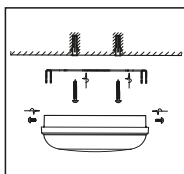

Рисунок 5.2
5.4.3. За допомогою кріпильних дюбелів та гвинтів, що входять у комплект поставки світильника, приєднайте кріпильну рамку світильника до монтажної поверхні (рис. 5.2).